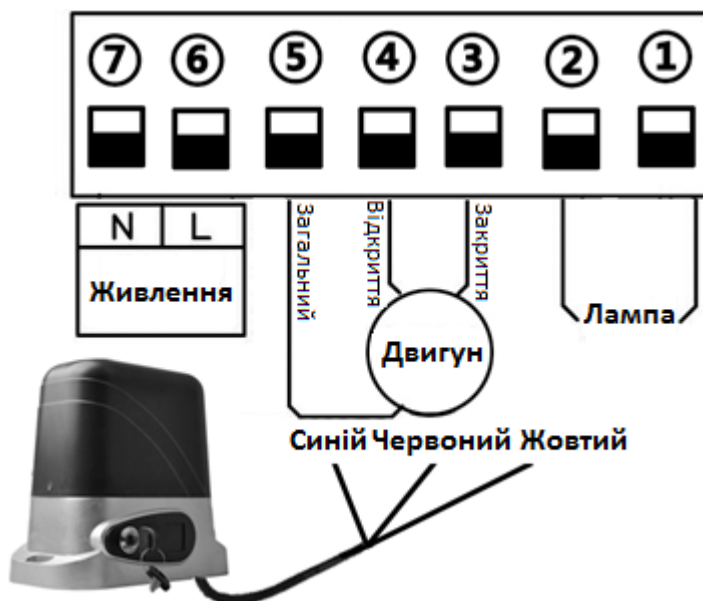

Рисунок 9
6.2.2. Встановлення двигуна ліворуч від воріт (див. Рис. 9)